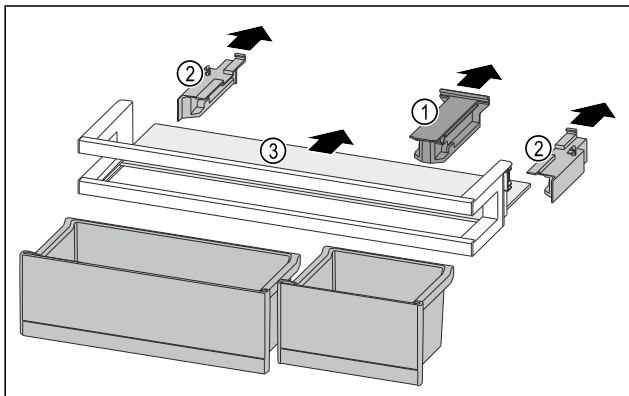

Fig. 115
- Bevestigingsdeel Fig. 115 (1) wegtrekken.
- Zijdelen Fig. 115 (2) wegtrekken.
- Draagplateau Fig. 115 (3) verwijderen.